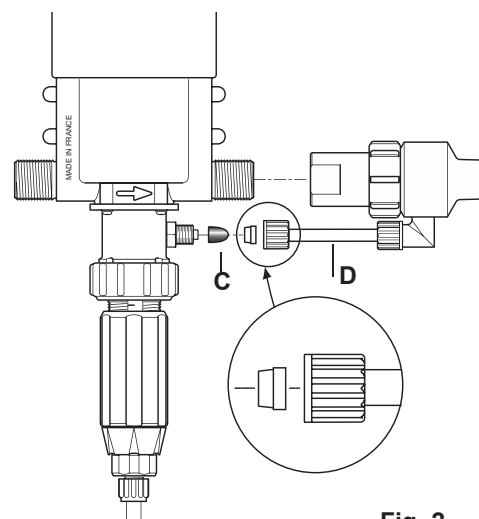

Fig. 2
Pour les modèles Injection Externe (IE) qui permettent de travailler avec certains concentrés corrosifs, le Dosatron est également livré avec une canne d'injection externe (**Fig. 2-D**).
ATTENTION ! Laisser la crépine à 10 cm [4"] environ du fond du bac de solution afin d'éviter d'aspirer les particules non solubles qui risquent d'endommager le corps doseur (Fig. 2).